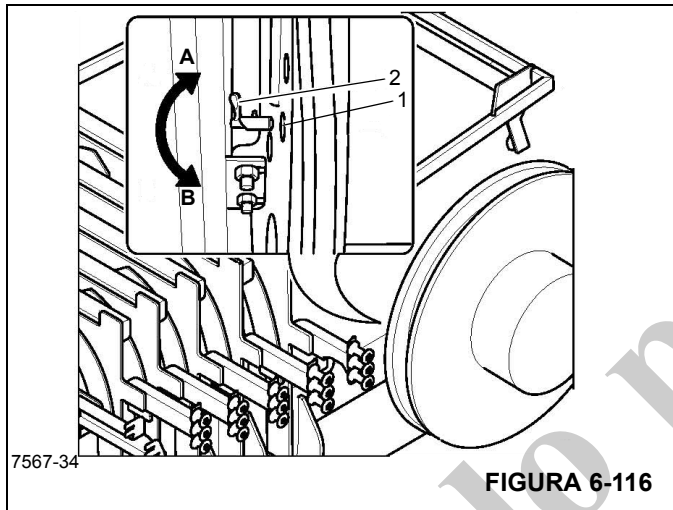

FIGURA 6-116
Los agujeros (1) (Figura 6-116) están distribuidos en la rueda interior del tambor de manguera. Al girar el pestillo (2) se engancha uno de los agujeros para bloquear el tambor, impidiendo que gire.